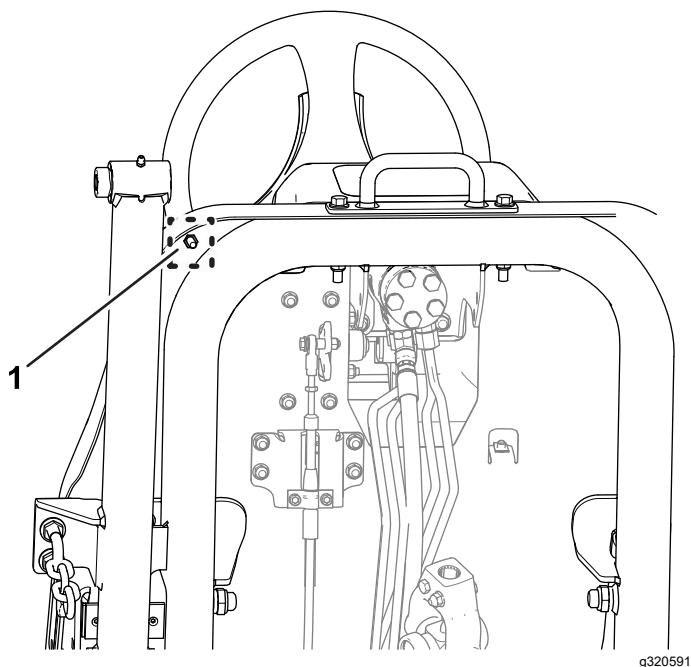

Bild 82
- B. Lösen Sie die Klemmmutter an der Unterseite der Fußplattform-Platte (Bild 82).
- F. Halten Sie den Fahrpedalanschlag fest und ziehen Sie die Klemmmutter an der Unterseite der Fußplattform-Platte (Bild 81 und Bild 82) auf 37-45 N·m an.